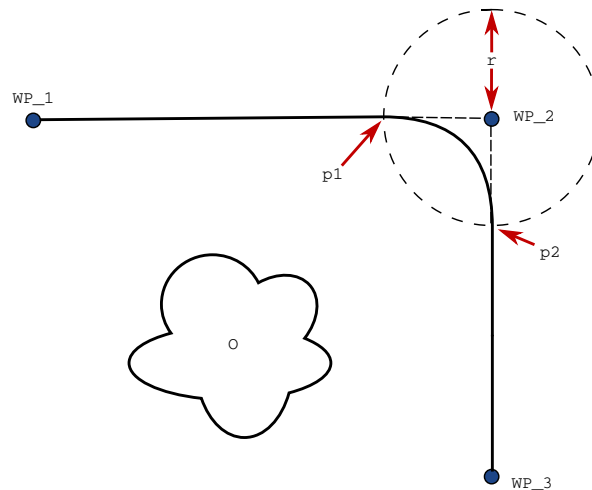

Abbildung 15.3: Blending über WP\_2 mit Radius  $r$ , ursprüngl. Blending-Position bei p1 und letzte Blending-Position bei p2. o ist ein Hindernis.
**Blending-Parameter** Neben den Wegpunkten beeinflussen mehrere Parameter den Bewegungsablauf im Blending-Bereich (siehe Abbildung 15.3):